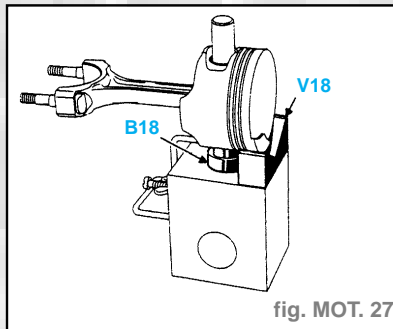

fig. MOT. 27
- Placer sur le support la bague **B18** et le **VV18**, puis poser le piston en appui sur la bague et le **V**, en le fixant avec l'épingle (fig. MOT. 27).